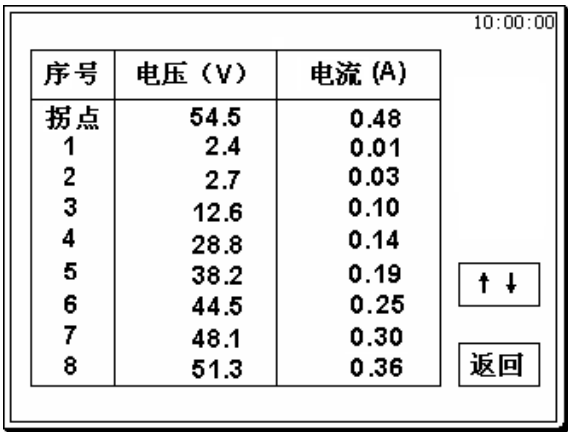

图 12
**数据：**将光标移动至 **数据** 选项选定，屏幕上将显示 CT 伏安特性试验的测试数据列表（如图 12 所示）。